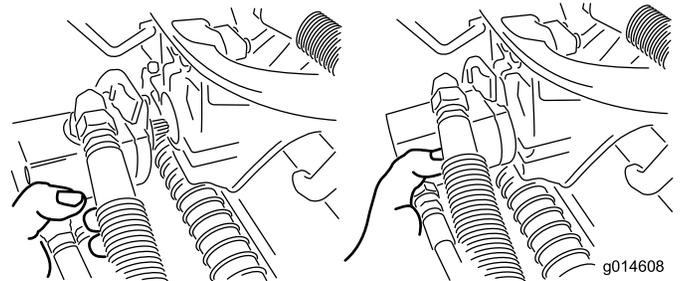

図 37
3. 外したモータは、サスペンションアームの前部にある一時保管位置にセットしておく(図 37)。